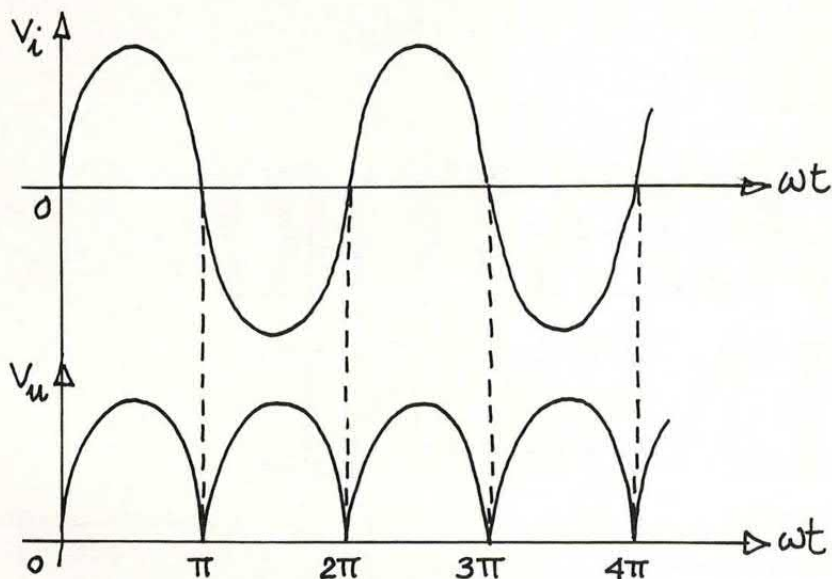
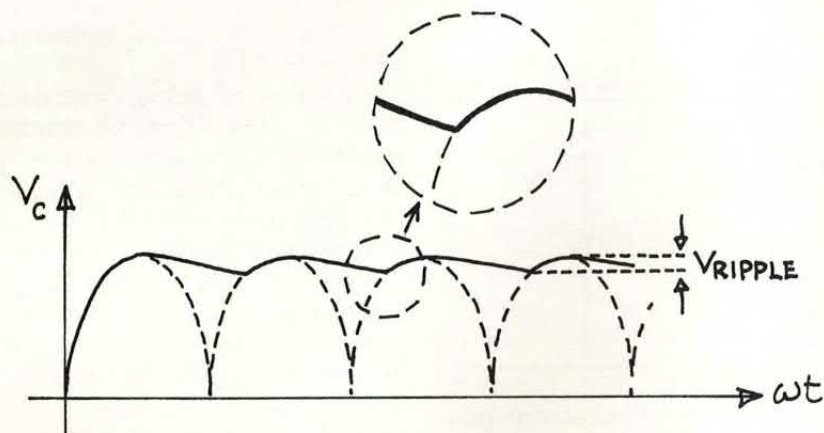

Fig. 2 - Un ponte non trasforma l'alternata in continua. In uscita si ha una corrente soltanto unidirezionale ma ancora variabile!
Fig. 3 - Il valore della costante RC non è infinito. L'onda risultante ha ancora un'increspatura, il ripple.
di una tensione detta di **ripple** (in inglese increspatura, ondulazione), determinata dal fatto che i ponti a diodi non trasformano la CA in CC, ma in una specie di CC che è in realtà una serie di impulsi positivi continui (le parti negative dell'onda vengono riportate in positivo, vedi fig. 2). Uno o più condensatori si preoccupano poi di rendere un po' più «lineare» la nostra tensione, livellando al massimo i picchi. Tuttavia, per quanto possano essere impiegati condensatori ad elevata capacità, sussiste sempre una certa oscillazione nella tensione presente in uscita, dato che il valore della costante di scarica (RC) non è infinito; così l'onda risultante apparirà simile a quella in fig. 3.